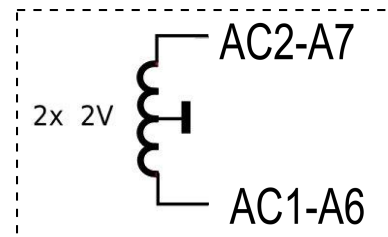

Figure 11. - Cette configuration fonctionne en 4 V et en 6,3 V
- Si le centre des enroulements 4V est connecté à la masse, adopter la solution de la figure 11.